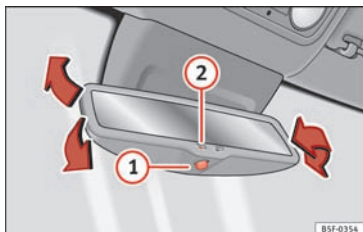

Fig. 19
- Aktivering af automatisk afblænding: Tryk på knappen ① » Fig. 19. Kontrollampen ② lyser, og spejlet afblændes, hvis det bliver udsat for en lyspåvirkning.